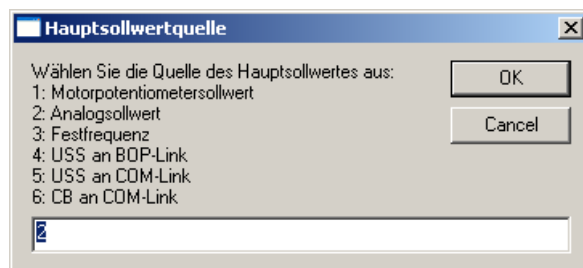

Abbildung 3-2 Auswahl der Quelle des Hauptsollwertes
- Im zweiten Fenster wählen Sie die Quelle des Hauptsollwertes aus. Geben Sie eine Zahl von 1 bis 6 ein (die möglichen Einstellungen sind auf der Abbildung 3-2 zu sehen) und drücken Sie auf den Button „OK“.